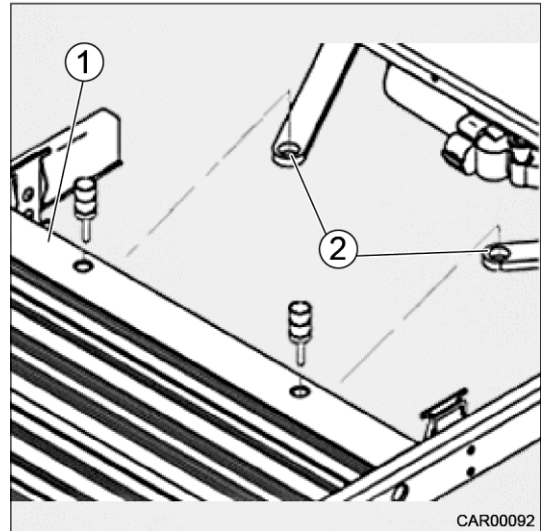

Fig. 21 Déverrouillage de secours
2. Desserrer la marche (Fig. 21/1) des tiges d'entraînement (Fig. 21/2) (goujons en plastique).